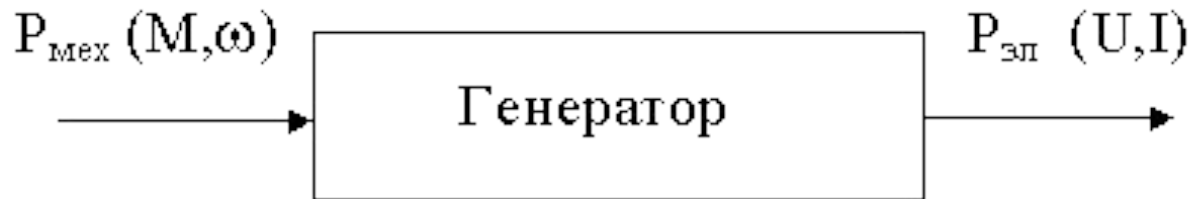

рис.1.2
1.2. Генераторы (рис.1.2), которые преобразуют механическую энергию в энергию другого вида (например, электрогенератор преобразует механическую энергию паровой или гидравлической турбины в электрическую).